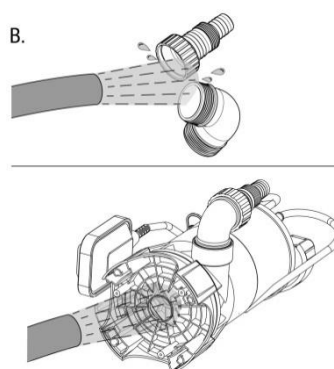

Рис. 11
- Промойте штуцер, а также другие соединения чистой водой (Рис.11).